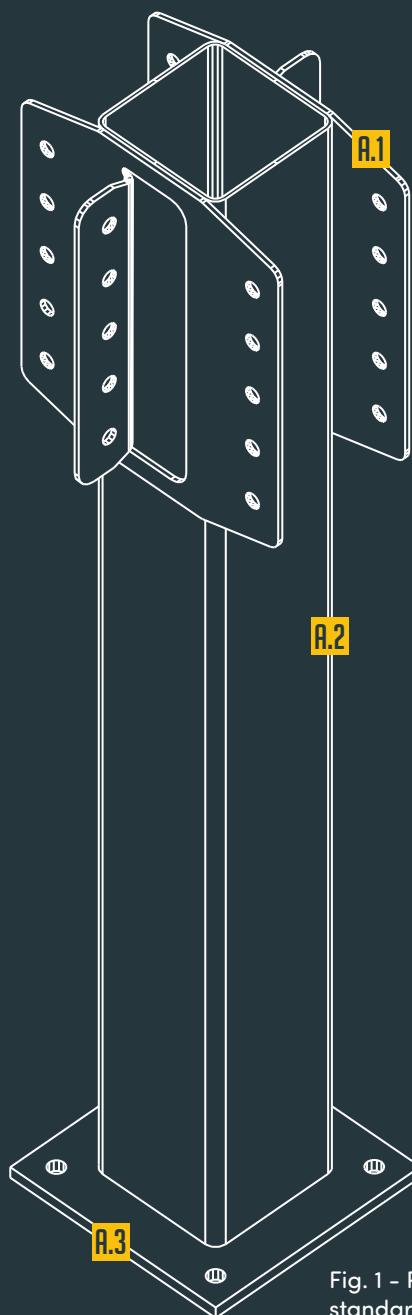

Fig. 1 - Platine standard
- de section 200 x 200 x 10 mm ou 300 x 300 x 15 mm, définies selon les charges à transmettre au sol (Fig. 1),